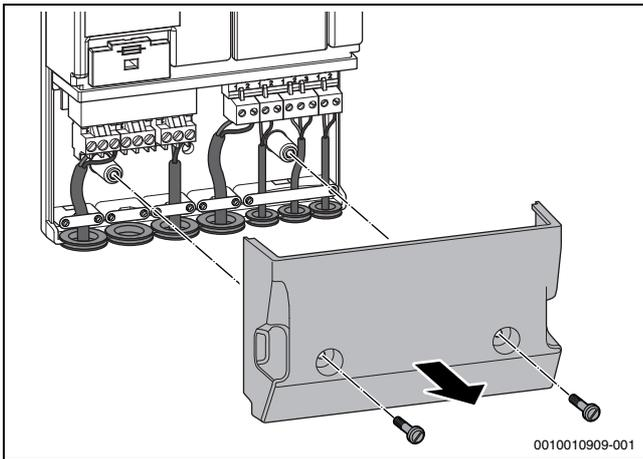

Fig. 31 Apertura del modulo funzione
- ▶ Rimuovere la copertura del modulo (→ fig. 31).